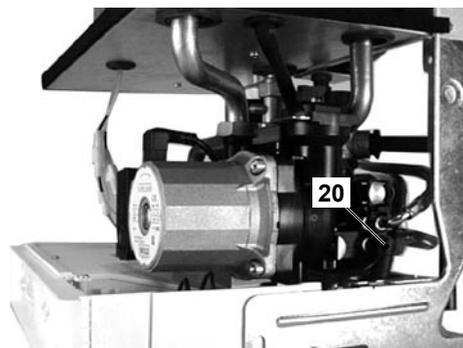

Fig. 9.4
- Afloje el grifo de vaciado de la caldera 20 indicado en Fig. 9.4.